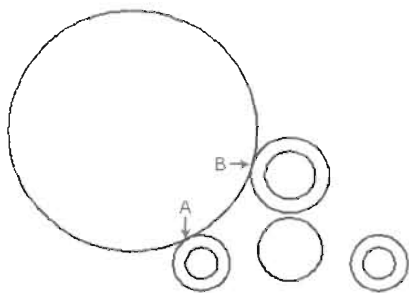

图 4-162
(1) 单击“绘图/圆/相切、相切、半径”菜单命令，绘制如图 4-162 所示的切圆，命令